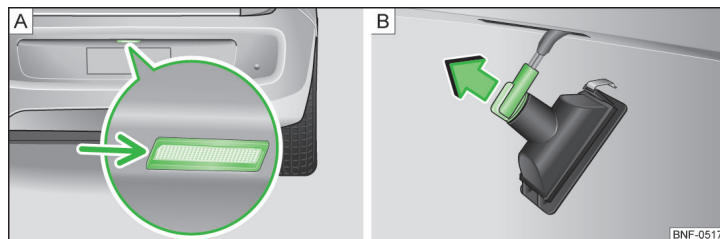

Fig. 133 Afmontering af nummerpladelygte / Udskiftning af pære
- Stik en skruetrækker ind i spalten i området ved pilen » Fig. 133 - A, og løs lygten.
- Drej fatningen **mod** uret, og tag den ud i pilens retning » Fig. 133 - B.